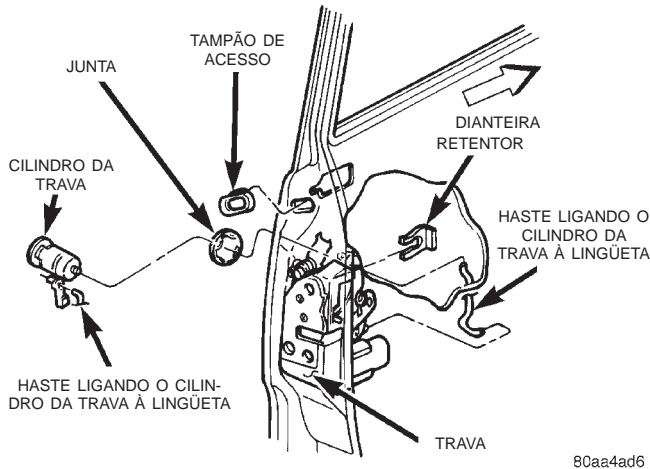

Fig. 34 Cilindro da Trava da Porta
(1) Remova o painel de acabamento da porta.
(2) Retire a barragem de água para obter acesso ao cilindro da trava.
(3) Desengate a haste que liga a lingüeta da porta ao cilindro da trava, na lingüeta da porta (Fig. 34).
(4) Remova o grampo retentor do cilindro da trava.
(5) Remova o cilindro da trava.
(6) Se for o caso, remova a haste que liga a lingüeta da porta ao cilindro da trava, do cilindro da trava original. Engate-a no cilindro da trava de substituição.